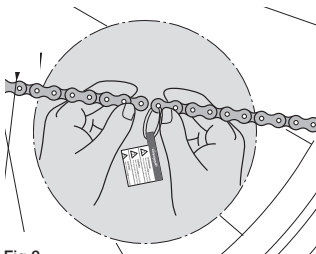

Fig.2
**¡IMPORTANTE!** Siga todas las operaciones siguientes y quite los eslabones en exceso del lado de la cadena opuesto al lado externo con la abrazadera de plástico y la etiqueta adhesiva "Warning!" (Fig. 2).